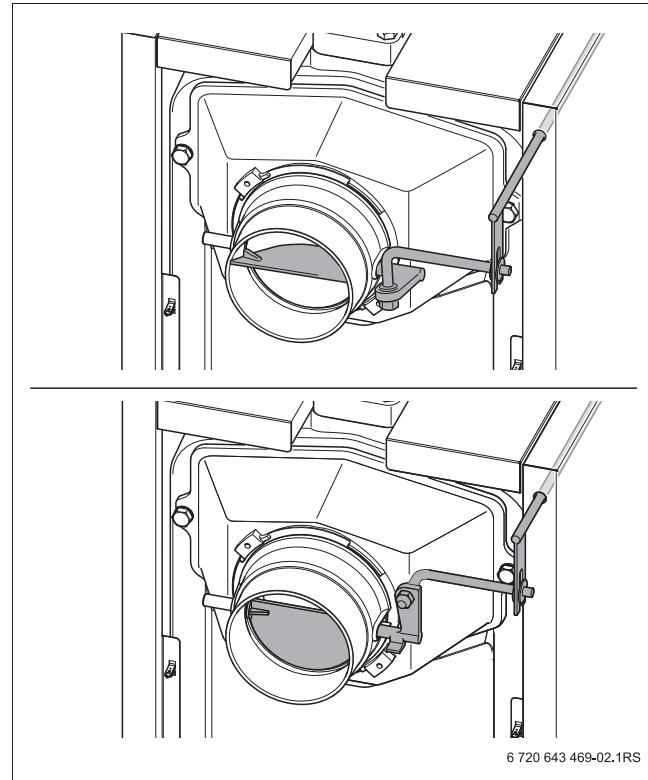

Рис. 8 Дымовая заслонка (вверху открыта; внизу закрыта)
- ▶ Чтобы предотвратить потери тепла в дымовой трубе, по возможности в зависимости от тяги прикройте дымовую заслонку (\rightarrow рис. 8, нижний).
Если дымовые газы выходят плохо (недостаточная тяга), то снова откройте дымовую заслонку (\rightarrow рис. 8, верхний).
- ▶ Откройте дымовую заслонку для снижения выхода дыма в помещение при загрузке топлива (→ рис. 8, верхний).
- ▶ Закройте загрузочную дверцу [1] и дымовую заслонку (→ рис. 8, стр. 15).